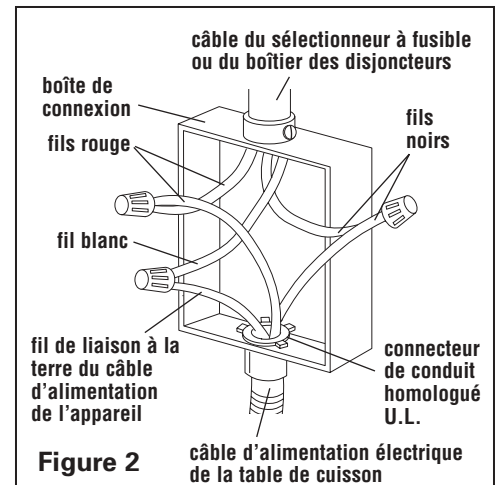

Figure 2
7. Connecter ensemble le fil vert du câble d'alimentation et le fil neutre (blanc) de la boîte de connexion à l'aide d'un connecteur vissable. Voir Figure 2.